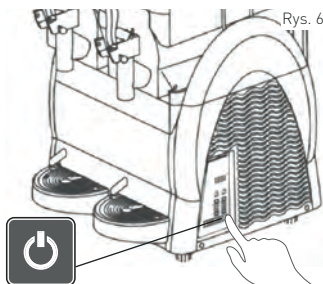

Rys. 5
- Po wleciu/uzupełnieniu mieszanki w zbiorniku [2] umieść pokrywę [1] z powrotem na zbiorniku [2]. Patrz: Rys. 5.